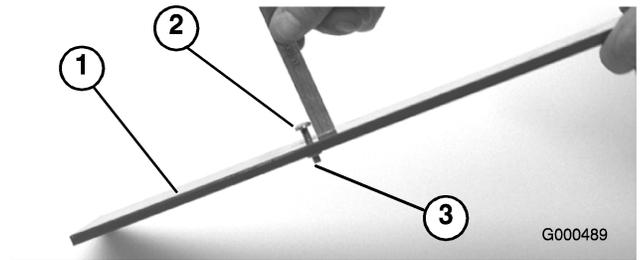

図 52
4. ゲージバー（図 52）のナットをゆるめ、調整ネジを希望の刈り高に合わせる。ネジ頭の下からバーの表面までの距離が刈り高となる。